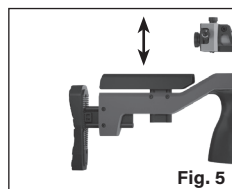

Fig. 5
- Afloje los dos tornillos de ajuste con una llave Allen de 3/32 (Fig. 5).